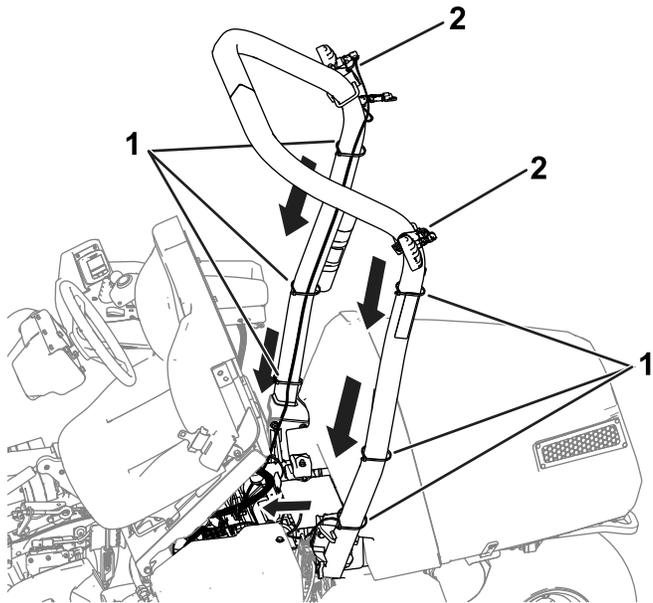

図 2
4. 図 2 のように、ROPS に沿って、ワイヤハーネスを運転席下へ導く。
- ケーブルタイ 18.5 cm 2 本を使用して、ワイヤハーネスを左右のブラケットに固定する 図 2 を参照。
- ケーブルタイ 37 cm 6 本を使用して、ワイヤハーネスを ROPS に固定する 図 2 を参照。